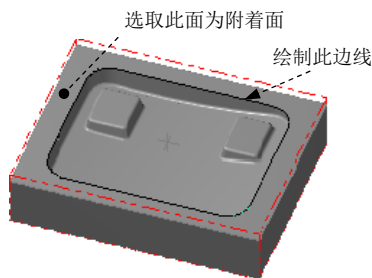
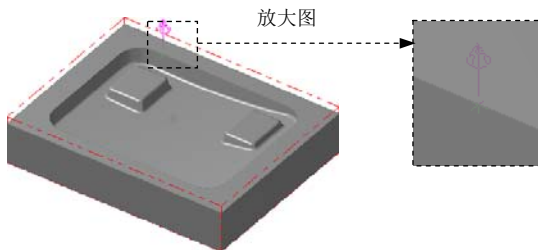
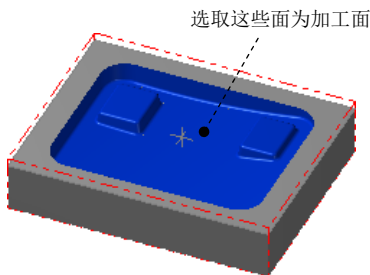

图 10.15 选取附着面
图 10.16 定义边界位置
图 10.17 选取加工面
Step2. 定义边界的附着面和边界位置。选取图 10.15 所示的曲面为边界的附着面, 此时在所选取的曲面上出现图 10.16 所示的箭头。移动鼠标, 将箭头移动到图 10.16 所示的位置单击鼠标左键, 此时系统自动生成创建的边界预览。单击 **✓** 按钮完成指定边界的创建。
Step4. 设置加工区域。在图形区中选取图 10.17 所示的曲面，然后按 Enter 键，系统弹出“刀具路径的曲面选取”对话框。单击 Containment boundary 区域中的 按钮，系统弹出“串连选项”对话框，采用“串联方式”选取图 10.15 所绘制的边线。单击 按钮，系统返回至“刀具路径的曲面选取”对话框。单击 按钮，系统弹出“曲面精加工交线清角”对话框。